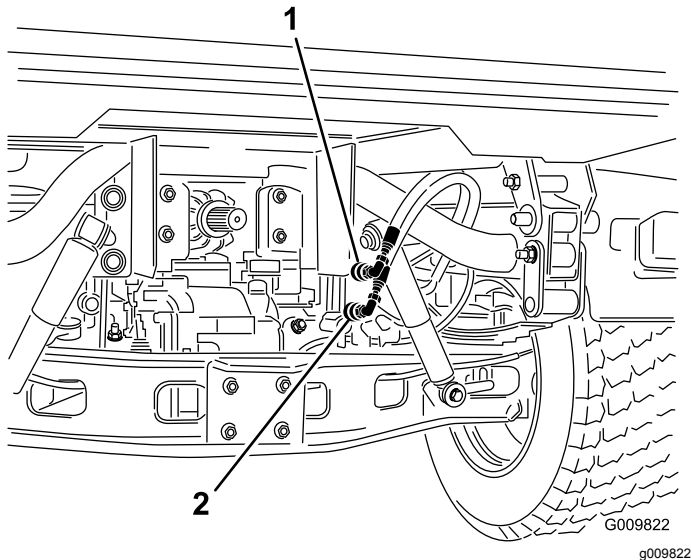

Figure 69
2. Sur les deux machines, débranchez les 2 flexibles à raccords rapides des flexibles fixés au support de raccord (Figure 69).